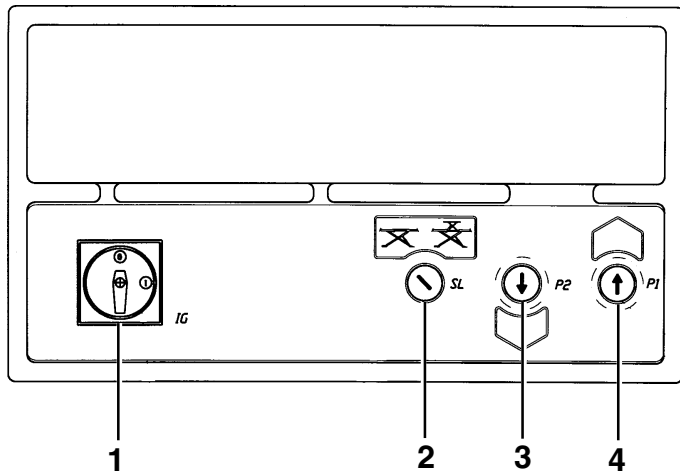

Fig. 37
**Salita.** (Rif. Fig.37) Interruttore generale (1) in posizione 1. Selettore (2): posizione 0 attivazione sollevatore principale. Selettore (2): posizione 1 attivazione sollevatore integrato. Premere il pulsante di salita (4) fino al raggiungimento dell'altezza voluta.
**Discesa.** Premere il pulsante di discesa (3) (il ponte sale brevemente per disinserire gli arpioni di arresto, poi scende).
**Up -** (Ref. Fig. 37) Master switch (1) in position 1.
**Heben.** (Zu Abb. 37). Hauptschalter (1) in Schaltstellung "1" setzen.
**Montée.** (Réf. Fig. 37) Interrupteur principal (1) sur la position 1. Sélecteur (2): position 0, actionnement de l'élévateur principal. Sélecteur (2): position 1, actionnement de l'élévateur intégré. Appuyer sur le bouton-poussoir de montée (4), jusqu'à obtention de la hauteur souhaitée.
**Descente:** Appuyer sur le bouton-poussoir de descente (3) (le pont se soulève légèrement pour dégager les griffes d'arrêt, puis descend).
**Subida.** (Ref. Fig.37) Interruptor general (1) en posición 1.